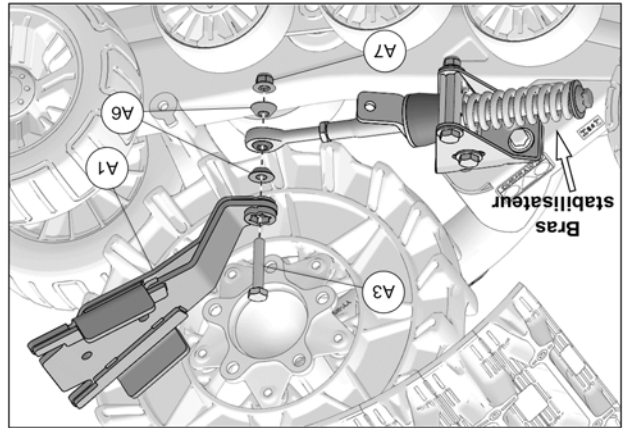

Fig. 19
10. Attacher la partie inférieure de l'ancrage anti-rotation (A1) au bras stabilisateur du système de traction à l'aide du boulon M10x60mm (A3), des espaces coniques (A6), et de l'écrou (A7) fournis dans l'ensemble d'installation. Serrer l'écrou à la main temporairement. Voir la Fig. 19
NOTE: Assembler les pièces dans l'ordre et le sens montré à la Fig. 19